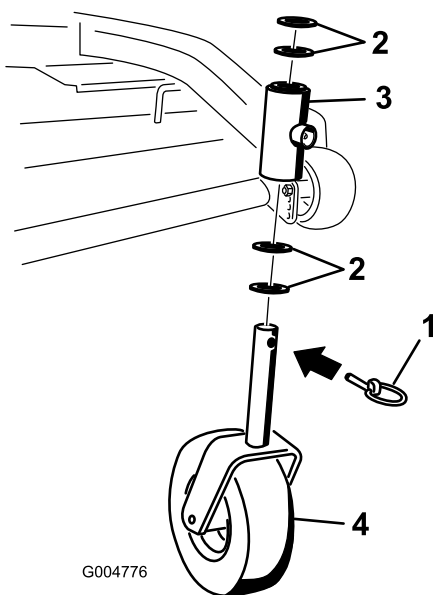

Figure 41
2. Enlevez la goupille de sécurité et la ou les entretoise(s) du haut de la chape de la roue pivotante (Figure 41).
6. Vérifiez l'usure de la chape de la roue pivotante et remplacez-la le cas échéant (Figure 41).
7. Insérez la chape dans les bagues à l'intérieur du tube de montage. Remplacez la ou les entretoise(s) sur la chape et fixez-les avec la bague de retenue (Figure 41).